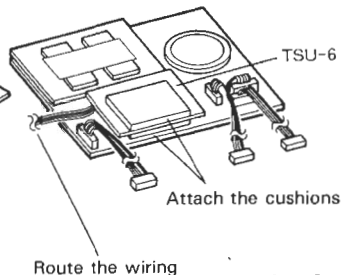

Fig. 4
6. Pase los cables como se indica en el diagrama. (Fig. 4).
3. Acomodar la unidad DRU-1 en el transceptor tal como se indica en la Fig. 3. En el caso de que se instale al mismo tiempo la unidad TSU-6, no olvidar la colocación de esta unidad tal como se indica. (Fig. 4) Apretar luego los tornillos.
4. Pase los cables como se indica en el diagrama. (Fig. 4).